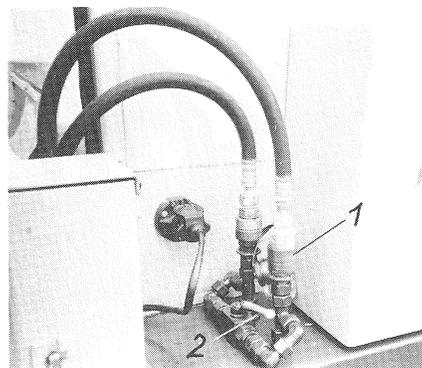

FIG. 29
- 3 - Dévisser les capuchons de protection des raccords rapides de la chargeuse et des raccords rapides de la pelle rétro, et les assembler suivant les indications de la fig. 29/1. Fermer la vanne d'arrêt à boisseau sphérique fig. 29/2.